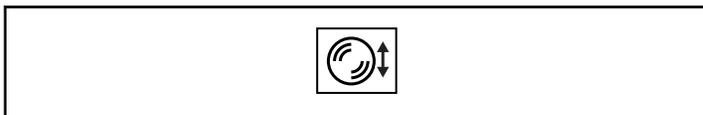

Figure 44
1. Appuyer sur la touche sous l'icône de changement de la vitesse d'essorage. Se reporter à la *Figure 41*. L'écran Change Spin Speed (changement de la vitesse d'essorage) apparaît. Se reporter à la *Figure 44*.